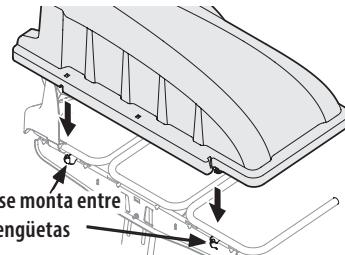

Figura 11
- Instale la cubierta del embolsador en el conjunto de soporte de la bolsa, como se ve en la Figura 11. La cubierta plástica va dentro de las dos lengüetas de montaje.